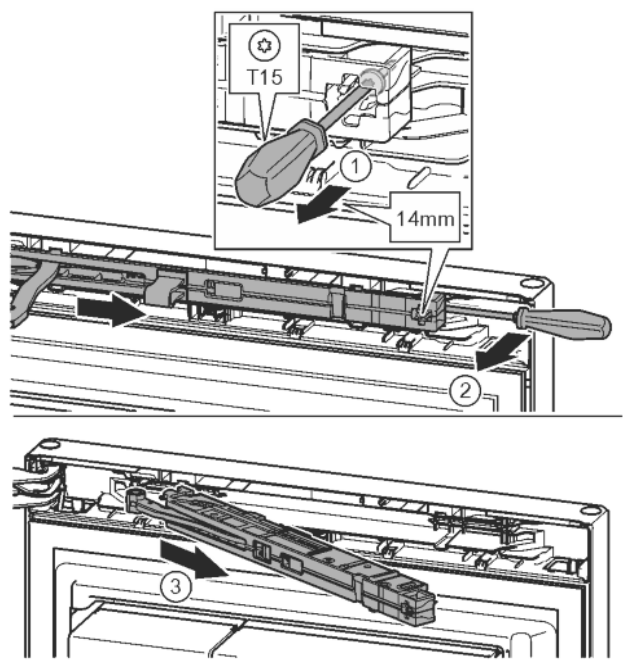

Fig. 11
- ▶ Šroub na jednotce tlumiče zavírání povolte šroubovákem T15 o cca 14 mm. Fig. 11 (1)
- ▶ Šroubovákem na straně madla zajedťte za jednotku tlumiče zavírání a otočte ji dopředu. Fig. 11 (2)
- ▶ Vytáhněte jednotku tlumiče zavírání. Fig. 11 (3)